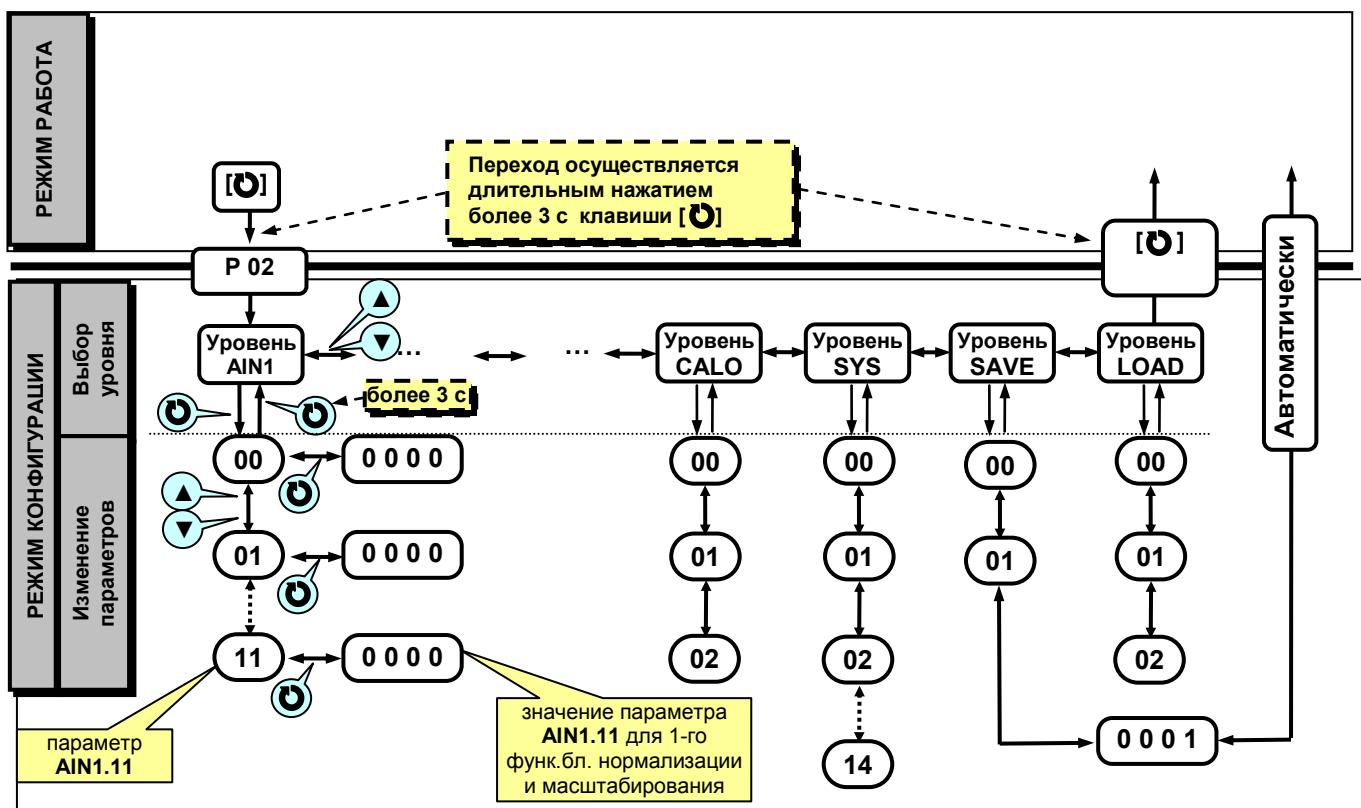

Рисунок 6.2 - Диаграмма уровней конфигурации и настроек
- Параметры, используемые в индикаторах ИТМ-11, ИТМ-11В, сгруппированы в уровни и представлены на диаграмме – см. рисунок 6.2.
В дальнейшем по тексту руководства по эксплуатации идет ссылка на параметр из таблицы параметров индикатора в виде XXXX.УУ (например ALRM.00), где XXXX – название УРОВНЯ, а УУ – номер пункта меню (смотри рисунок 6.2).